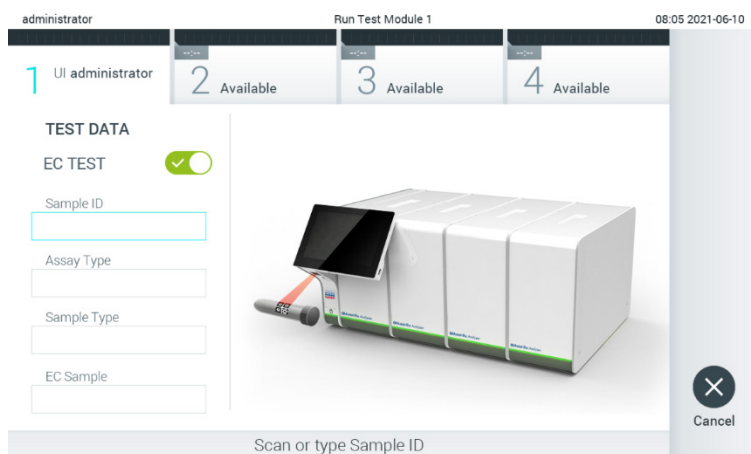

Bild 89. Aktivera alternativknappen för EC-test för att aktivera ett EC-test.
2. Aktivera omkopplarknappen EC Test (EC-test) (bild 89).
3. Skanna provets ID-streckkod med hjälp av streckodsläsaren som är integrerad i driftsenheten när du uppmanas till det (bild 89)